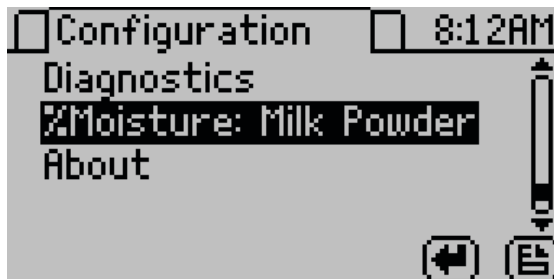

Figure 12 Thay đổi sản phẩm đo độ ẩm trên tab Configuration
1. Nhấn phím **MENU** để chuyển đến tab Configuration (Figure 12).